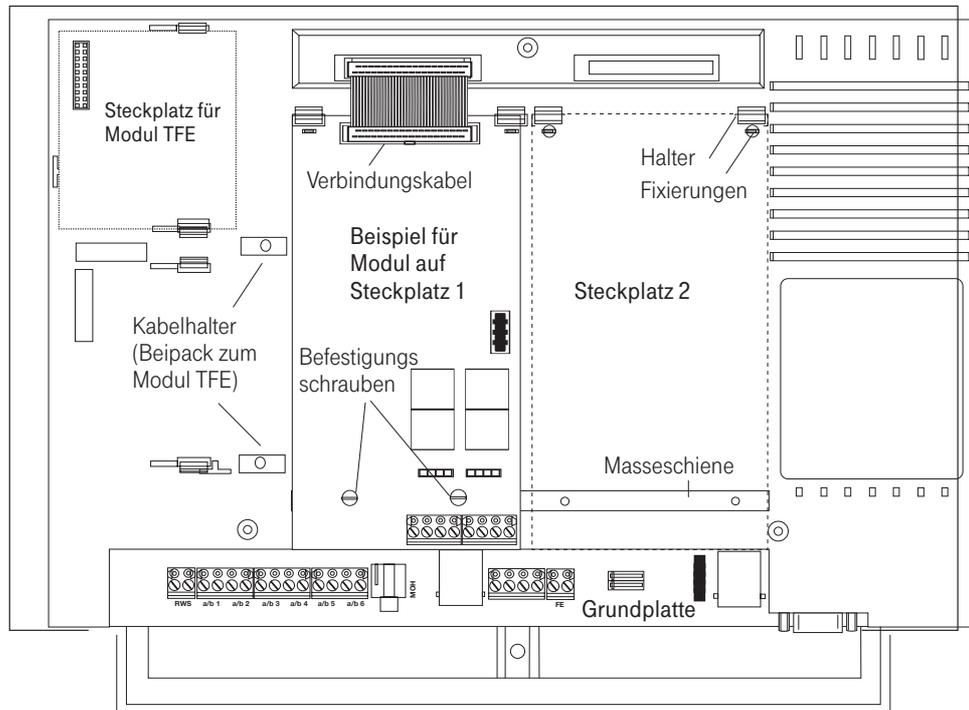

Bild 32: Steckplätze der Module
- Das Modul TFE wird am gekennzeichneten Platz auf der Grundplatte (Bild 32) auf die Steckerstifte gesteckt. Achten Sie bitte darauf, dass alle Steckerstifte in die Buchsenleiste gesteckt und nicht verbogen sind. Anschließend drücken Sie das Modul TFE mit mäßigem Druck nach unten, bis die Halter einrasten. Stecken Sie die zwei mitgelieferten Kabelhalter in die Löcher der Grundplatte der Telefonanlage (Bild 32).